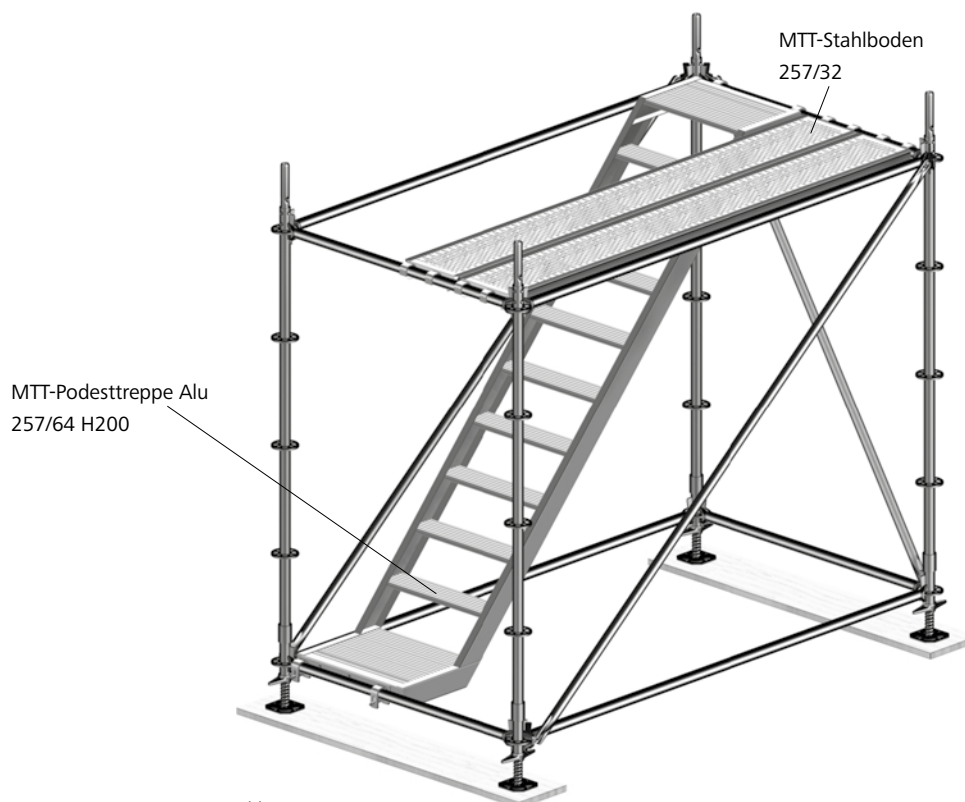

Abb. 10.3
13. MTT-Podesttreppe Alu über Riegel auflegen, Abhebesicherung schließen (Abb. 10.3).